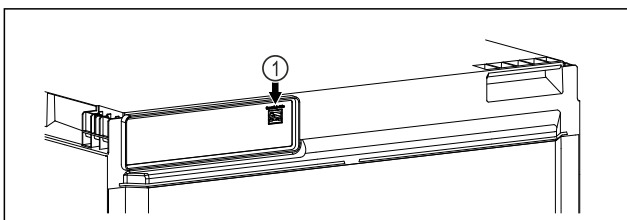

Fig. 26
- ❑ SmartModule Fig. 26 (1) ist eingesetzt.